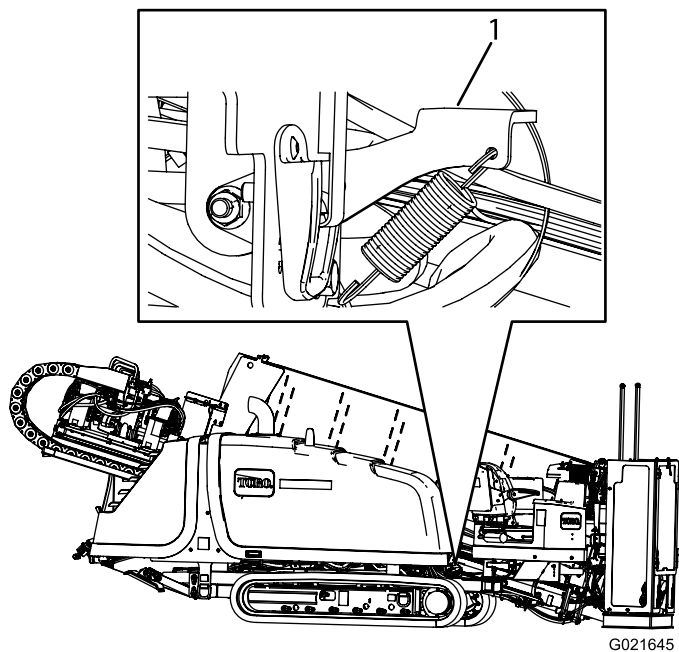

Рисунок 95
2. Нажмите вниз на защелку капота, как показано на Рисунок 95.